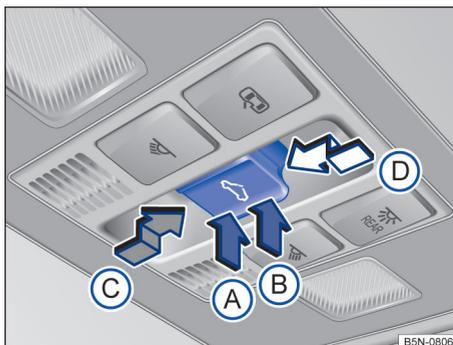

Fig. 72 No revestimento do teto: interruptor para levantamento, abertura ou fechamento do teto de vidro.
- *Ajustar a posição intermediária:* pressionar o botão pela área → Fig. 72 (B) até o primeiro estágio. Função automática: pressionar o botão pela área (B) até o segundo estágio.
- *Fechar totalmente o teto solar:* (A) Girar o interruptor para a posição desejada. Função automática: pressionar o botão pela área (A) até o segundo estágio.
- *Abri totalmente o teto solar:* (C) Girar o interruptor para a posição desejada e segurá-lo até que a posição desejada seja alcançada. Colocar o teto solar na posição de conforto: (C) Girar o interruptor para a posição desejada.
- *Fechar totalmente o teto solar:* (D) Girar o interruptor para a posição desejada e segurá-lo até que a posição desejada seja alcançada. Função automática: pressionar o botão pela área (D) até o segundo estágio.
- *Parar o curso automático:* pressionar novamente o botão para trás (C) ou para a frente (D).